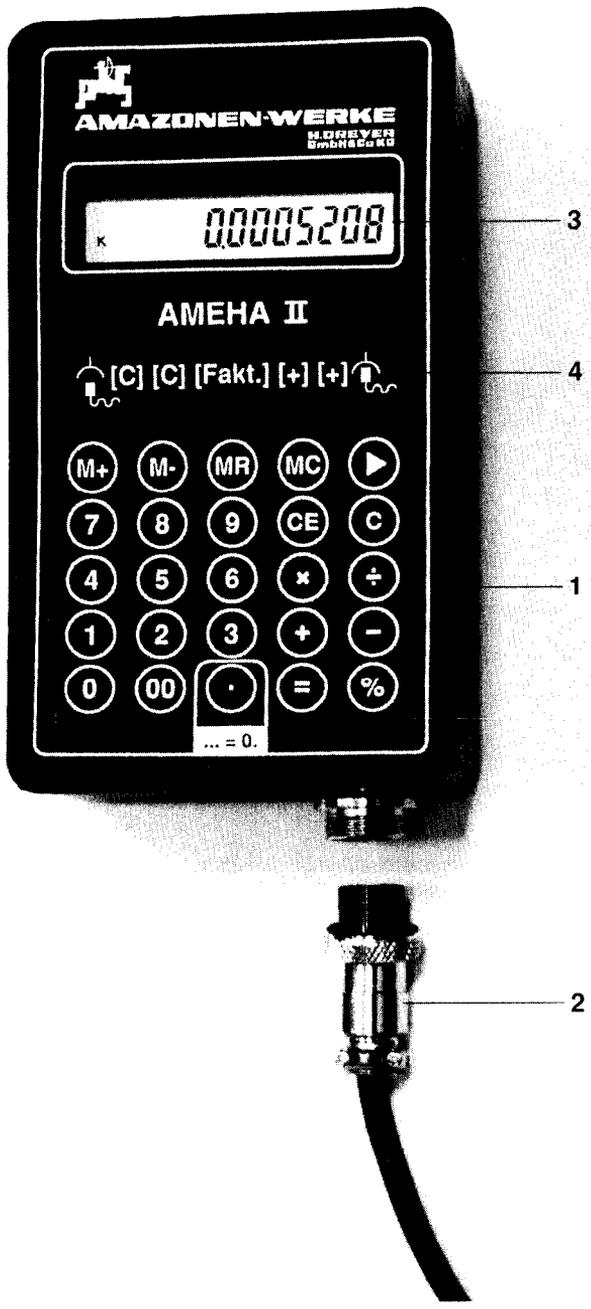

Fig. 2
Bevor Sie Ihren Hektarzähler in Betrieb nehmen, möchten wir Sie zuerst mit der Funktion des Rechners (Fig 2/1) vertraut machen:
- Nehmen Sie den Rechner zur Hand und schrauben Sie das Sensorkabel (Fig 2/2) vom Rechner ab.
Auf der Rechneranzeige (Fig. 2/3) erscheint unten links der Buchstabe "k".
Eingabe des Faktors (siehe Symbol Fig. 2/4)
- Sensorkabel (Fig. 2/2) vor Eingabe des Faktors vom Rechner abschrauben.
- Sensorkabel (Fig. 2/2) am Rechner (Fig. 2/1) wieder anschrauben.
Vor Eingabe des Faktors, Sensorkabel (Fig. 2/2) vom Rechner abschrauben!